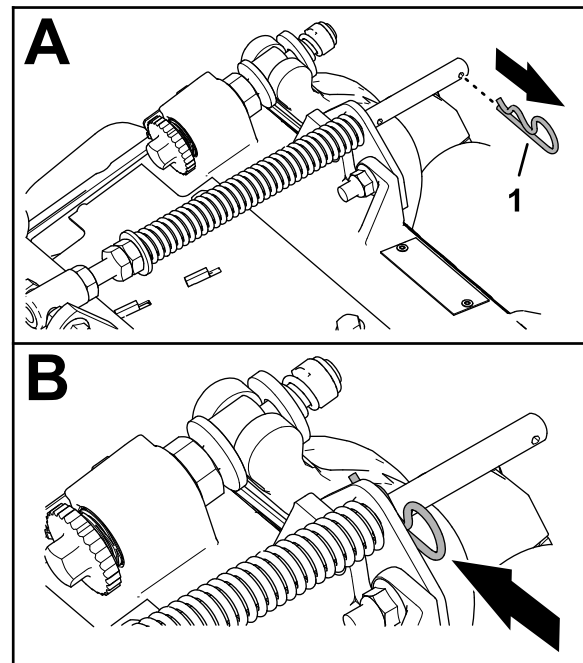

Рисунок 16
- Если в заднем отверстии штока пружины компенсации установлен игольчатый шплинт, извлеките его и вставьте в отверстие рядом с кронштейном (Рисунок 16).